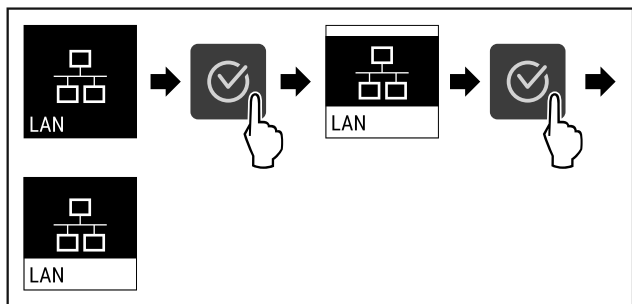

Fig. 91
- Suivre les étapes (voir Fig. 91).